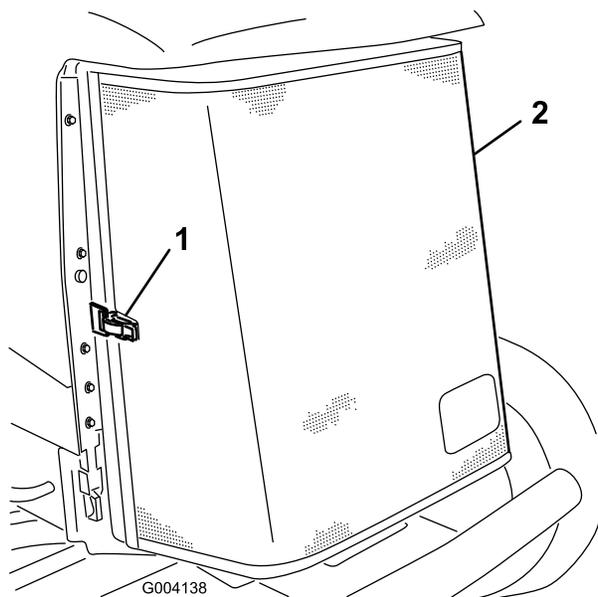

Bild 71
3. Entriegeln Sie den Riegel und drehen Sie das hintere Gitter auf (Bild 71).